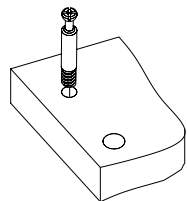

Рис.3
3. Вкрутить шпильки минификсов в соответствующие плоскостные отверстия фасадов ДК-121 (Рис. 3)